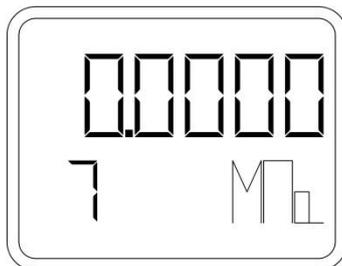

Рисунок 13 – Установка нуля
- При помощи кнопки «М» зайти в пункт меню 7 (рисунок 13).